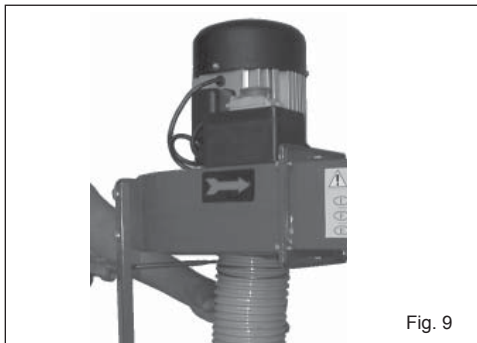

Fig. 9
7. Fissare il tubo flessibile al connettore da montare all'uscita dell'aspiratore (**Fig. 9**). Oppure disconnettere questo tubo flessibile e connettere quello della macchina da legno utilizzando il tubo flessibile appropriato e le fascette di chiusura corrispondente.